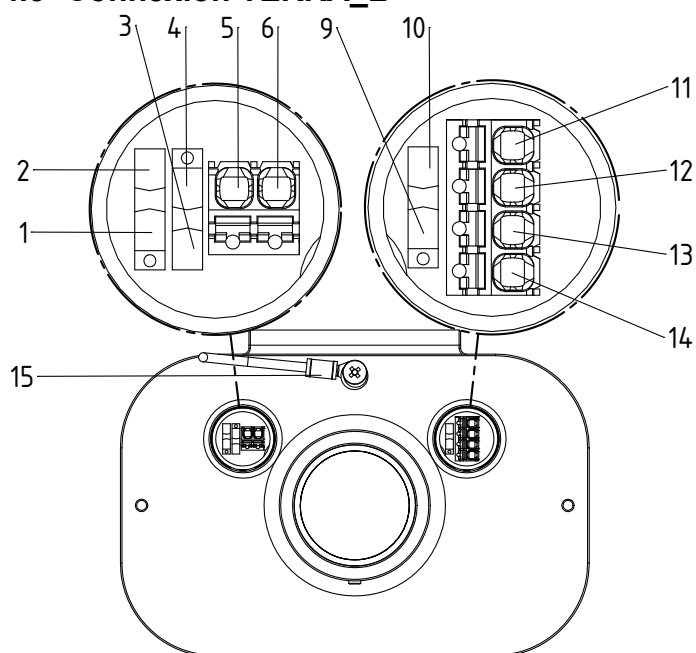

Fig. 8:
- Connecter le câble conformément à Fig. 8 / Fig. 10.
- Visser l'adaptateur avec le presse-étoupe à vis (2), puis serrer l'écrou-raccord (1) avec un couple de serrage env. de 5 Nm (cette valeur s'applique aux câbles de mise à la terre d'Eltex avec un diamètre extérieur de 8,6 mm). Le joint ne doit pas être endommagé.
Pour raccorder le circuit de mise à la terre à la liaison équipotentielle PAL, un câble bifilaire est raccordé par les bornes de connexion (5, 6 Fig. 8 et Fig. 10). Le double guidage assure la détection des interruptions de la ligne de liaison équipotentielle PAL.
Les deux lignes PAL appartiennent au circuit électrique à sécurité intrinsèque ; voir connexions (5, 6 Fig. 8 / Fig. 10).